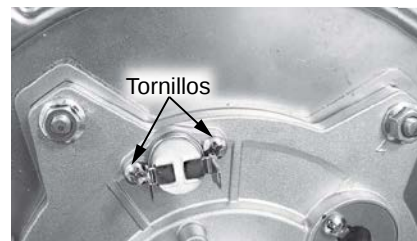

Figura 28 - Retiro del tornillo de límite alto.
- 5 Use un destornillador Phillips para retirar los dos (2) tornillos que fijan el límite alto de la puerta del quemador al conjunto de quemador. Deje los tornillos a un lado en un lugar seguro para volver a instalarlos. Consulte la Figura 28.